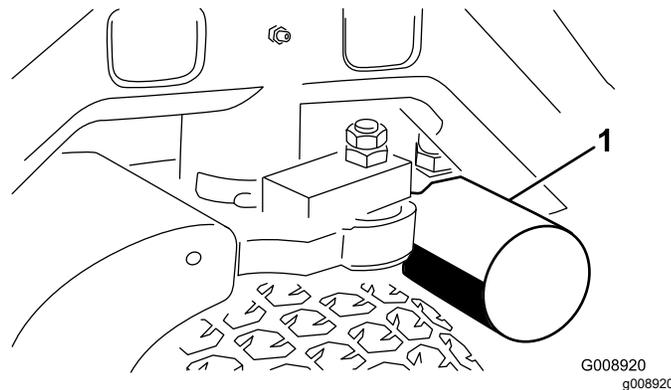
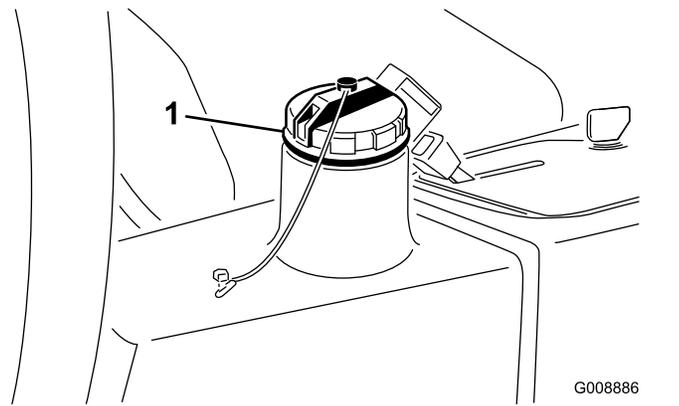

Figura 64
**Figura 65**
3. Limpe a zona de montagem do filtro. Coloque um recipiente de escoamento debaixo do filtro (Figura 64) e retire o filtro.
2. Desconecte as linhas hidráulicas (Figura 65) ou retire o filtro hidráulico (Figura 64) e deixe que o fluido hidráulico esorra para dentro de um recipiente de escoamento. Instale as linhas hidráulicas quando o fluido pare de escorrer.